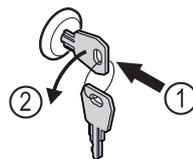

Fig. 162
- ▶ Įspauskite raktą. Fig. 162 (1)
- ▶ Pasukite raktą 90° prieš laikrodžio rodyklę. Fig. 162 (2)